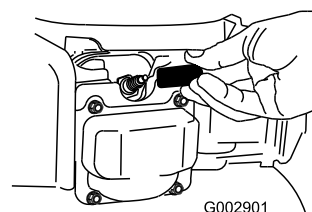

Figura 41
2. Scollegate il cappello dalla candela (Figura 41).